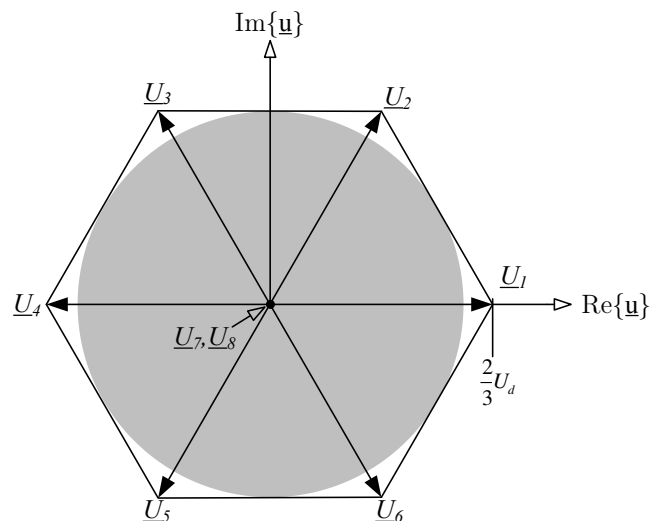

Abbildung 40: mögliche Raumzeiger)
a) Die möglichen Raumzeiger sind in der Abbildung 40 eingezeichnet.